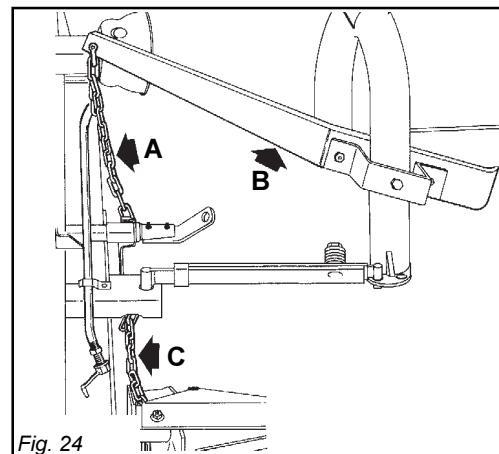

Fig. 24
- Regolare la catena (A, Fig. 24) in modo che, durante la falciatura, il braccio di sollevamento (B, Fig. 24) possa oscillare per consentire alla barra falciante di seguire eventuali asperità del terreno.
- Regolare l'altezza della barra falciante dal suolo, spostando gli anelli della catena (C, Fig. 24). Abbassare la falciatrice, quando la punta esterna della barra tocca il terreno, la scarpa interna deve rimanere sollevata di circa 10 cm (Fig. 26).
- Per lavorare su superfici non parallele al piano del trattore, inclinare la barra mediante opportuna regolazione delle catene di sollevamento (A e C, Fig. 24) e togliere l'andana della scarpa esterna.
- *Adjusting the hoisting chain (A, Fig. 24) so that during mowing the hoisting arm (B, Fig. 24) is free to move up and down; in this way, the cutting arm can follow any unevenness of the ground.*
- *Adjust the height of the cutting arm from the ground with chain (C, Fig. 24). Lower the mower; when the external tip of the arm touches the ground, the inner shoe must remain approximately 10 cm. above ground level (Fig. 26). Adjust by moving the chain links.*
- *The mower may be used with the cutting arm tilted for working on canal, ditches, embankments, etc. by adjusting hoisting chains (A and C, Fig. 24) after removing the mowing guide of the external shoe.*
- Die Länge der Kette (A, Abb. 24) soll so eingestellt sein, damit während des Mähens der Hebearm(B, Abb. 24) genügend Bewegungsfreiheit hat, um zu ermöglichen, daß das Mähbalken sich etwaigen Unebenheiten des Bodens anpassen kann.
- Die Balkenhöhe soll durch die Kette (C, Abb. 24) so eingestellt sein, damit bei der Niederlassung der Mäschine der innere Schuh noch um ca. 10 cm. (Abb. 26) höher steht, wenn der äussere Schuh den Boden berührt. Die Einstellung wird durchgeführt indem man die Kettenringe verschiebt.
- Die Mähmaschine bietet die Möglichkeit, auch mit geneigtem Balken, z. B. bei Kanälen, Gräben und Böschungen zu arbeiten, und zwar durch die Regulirung der Ketten (A,C Abb. 24), und nach Entfernung des Leitblechs vom äusseren Schuh.
- Réglér la chaîne (A, Fig. 24) de façon que, pendant le fauchage, les bras de soulèvement (B, Fig. 24) soit assez libre d'osciller pour consntir à la barre de suivre d'éventuelles aspérités du terrain.
- Réglér l'hauteur de la barre du sol avec la chaîne (C, Fig. 24). Abaisser la faucheuse, quand la pointe extérieure doit rester encore soulevée de 10 cm environ (Fig. 26) Réglér en déplaçant les anneaux de la chaîne. Réglér l'inclination des dents de la barre, par rapport au terrain au moyen du tirant (A, Fig. 25).
- La faucheuse offre la possibilité de travailler même avec la barre incliné, pour canaux, drains, levées et au moyen d'un juste réglage des chaînes de soulèvement (A et C, Fig. 24) et après avoir enlevé l'andaineuse de la semelle extérieure.
- Regular la cadena (A, Fig. 24) de modo que, durante la siega, el brazo de levantamiento (B, Fig. 24) sea lo bastante libre para oscilar, a fin de consentir a la barra de seguir eventuales escabrosidades del terreno.
- Regular la altura de la barra desde el suelo con la cadena (C, Fig. 24). Bajar la segadora; cuando la punta externa de la barra toque el terreno, la zapata interna deberá quedar levantada de 10 cm. aproximadamente (Fig. 26). Ajustar, desplazando los anillos de la cadena.
- La segadora ofrece la posibilidad de obrar también con la barra inclinada, por canales, desagües, diques etc. mediante una oportuna regulación de las cadenas de levantamiento (A y C, Fig. 24) y después de haber quitado la andana de la zapata externa.